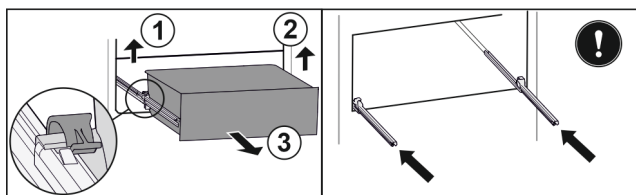

Fig. 161
- Podignite lijevu stezaljku i istovremeno izvucite ladicu lijevo prema naprijed. Fig. 161 (1)
- Podignite desnu stezaljku i istovremeno izvucite ladicu desno prema naprijed. Fig. 161 (2)
- Izvadite ladicu prema naprijed. Fig. 161 (3)